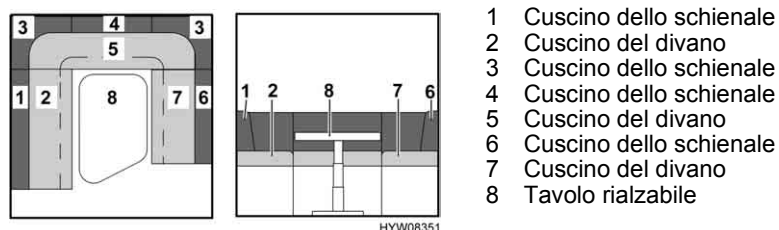
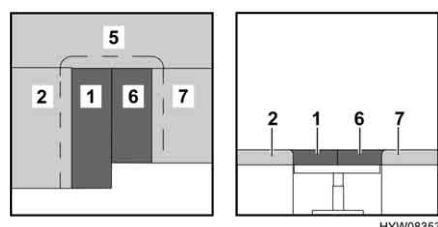

Fig. 77 Prima della trasformazione
Fig. 79 Dopo la trasformazione
- Trasformare il tavolo rialzabile (Fig. 77,8) in struttura di supporto letto (vedi paragrafo 6.8).
- Rimuovere il cuscino più lungo (Fig. 77,1) e quello più corto (Fig. 77,6) dello schienale e appoggiarli tra i cuscini del divano (Fig. 79,2 e 7) sul tavolo rialzabile. Osservare la diversa lunghezza.